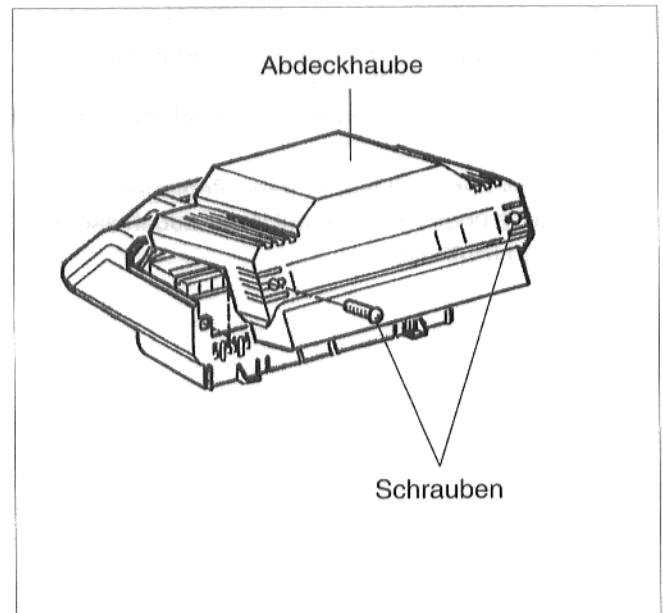

Abb. 25
- Die beiden Schrauben aus der Abdeckhaube des Regelgerätes entfernen und die Abdeckhaube abnehmen (Abb. 25).